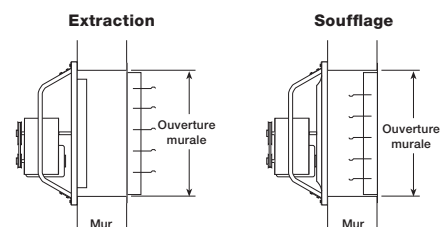
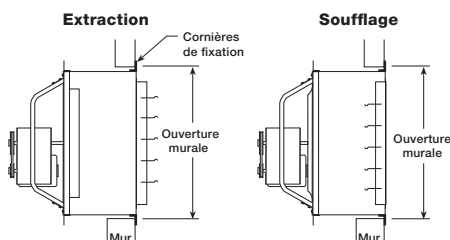
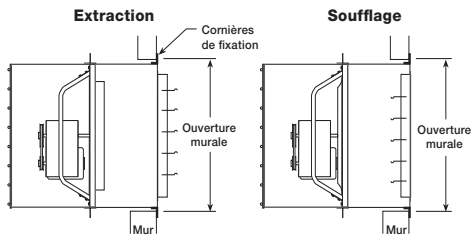
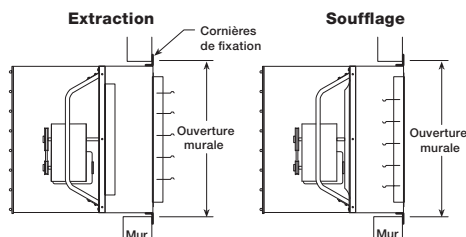

Figure 3 — Pose murale directe
Figure 4 — Pose avec manchon mural
Figure 5 — Pose avec manchon mural et grille
Figure 6 — Pose avec caisson mural
1. Amener le ventilateur à l'emplacement souhaité et déterminer par quelle méthode il doit être posé comme indiqué sur les Figures 3, 4, 5 et 6 aux pages 4 et 5. Le manchon mural en option (Figure 4), le manchon mural et la grille (Figure 5) ou le caisson mural (Figure 6) constituent des moyens pratiques de pose murale des ventilateurs.
3. La Figure 3 montre l'ouverture murale conseillée pour les poses murales directes.
4. La Figure 4 montre l'ouverture murale requise pour les poses avec un manchon mural.
5. La Figure 5 montre l'ouverture murale (O.M.) requise pour les poses avec un manchon mural et une grille.
6. La Figure 6 montre l'ouverture murale requise pour les poses avec un caisson mural.